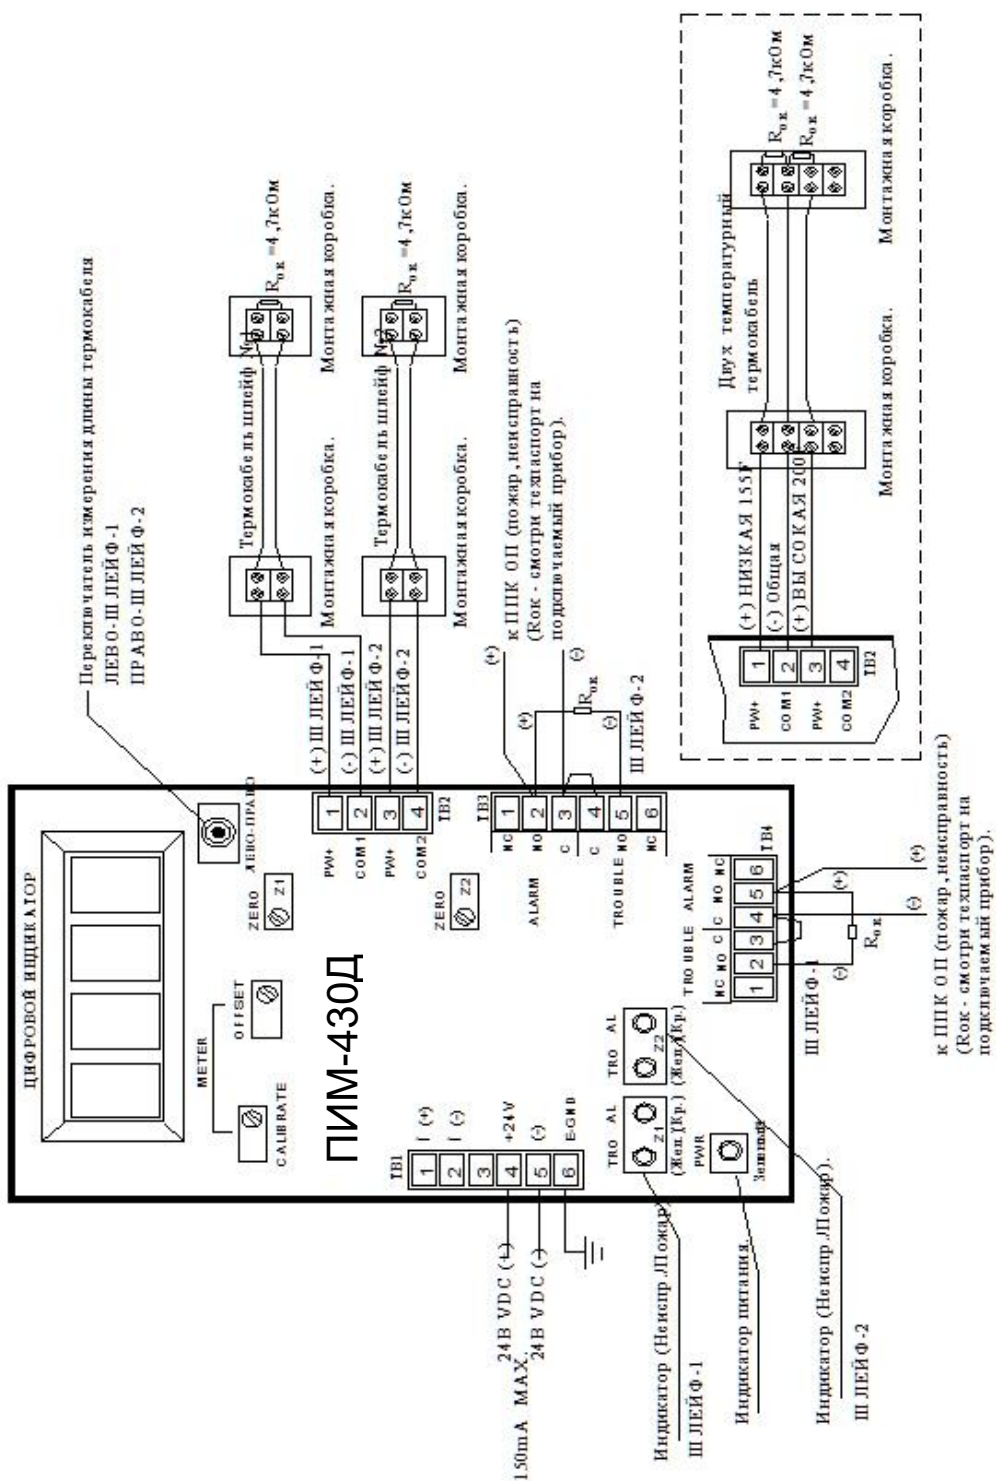
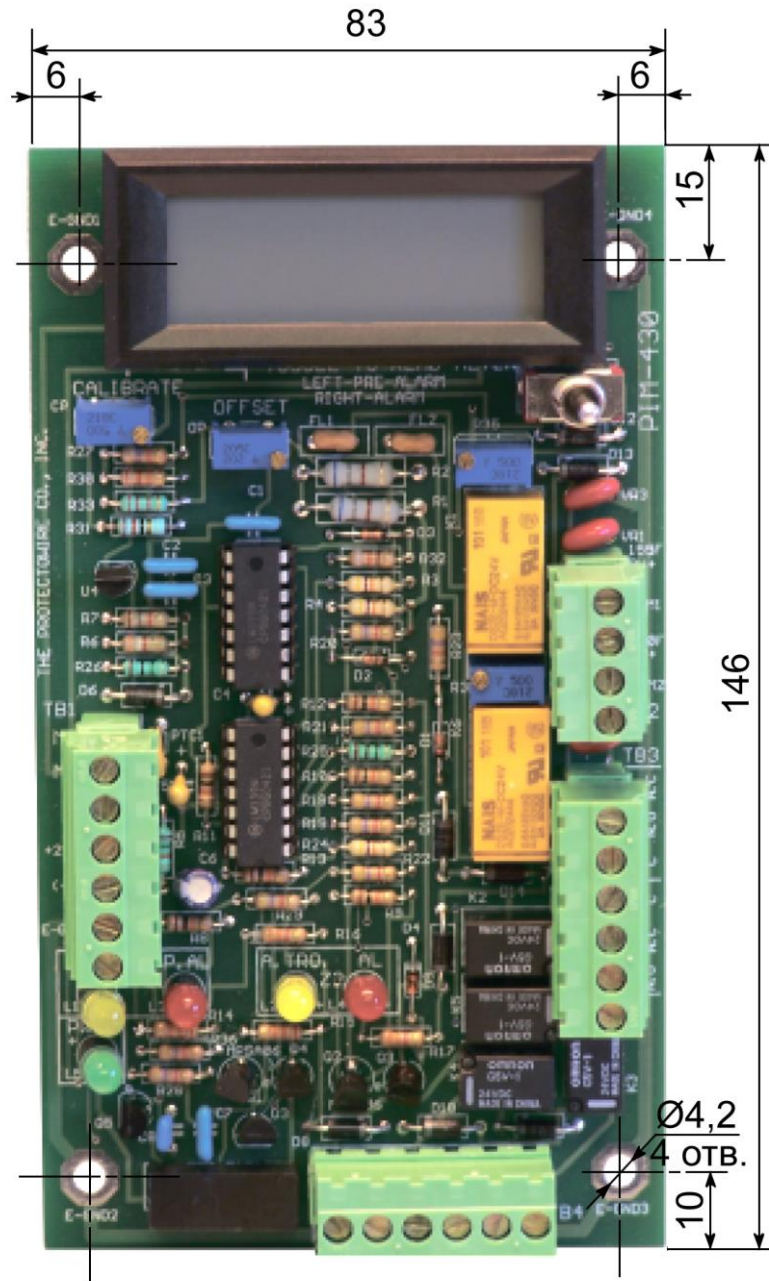
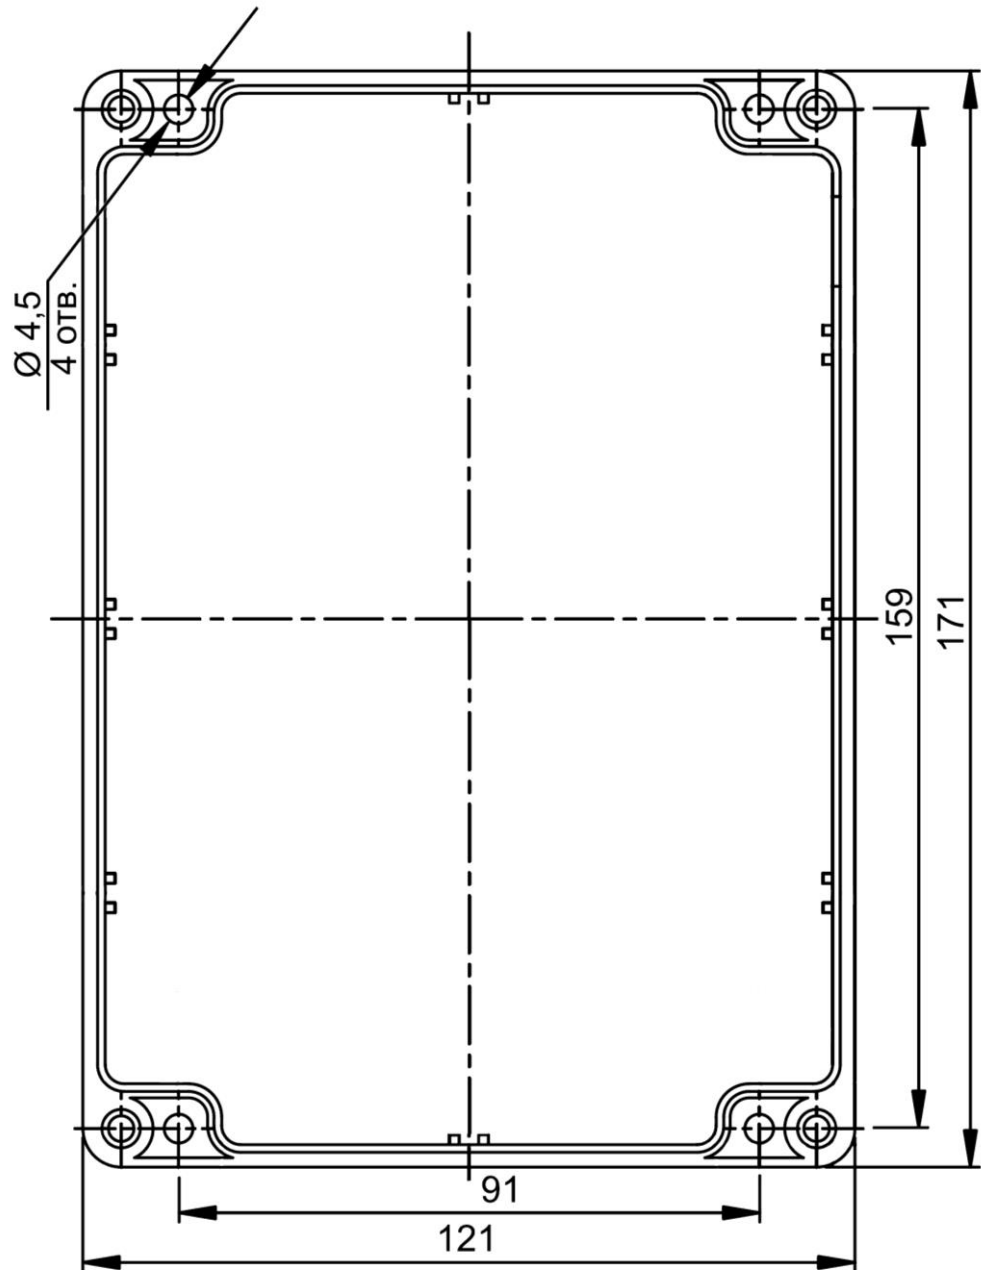

Рис. 1. Схема подключения интерфейсного модуля ПИМ-430Д
Рис. 2. Размеры печатной платы модуля ПИМ-430Д
Рис. 3. Размеры монтажного бокса и расположение крепежных отверстий
1.2 Подключение модуля следует производить согласно рекомендаций, определенных в документации на прибор для извещателей с релейными выходами типа «сухой контакт». Пример подключения модуля приведен на рис. 1.
4.1 Модуль контролирует состояние двух однотемпературных термокабелей или одного двухтемпературного термокабеля. Индикация длины по каждому термокабелю до очага осуществляется в ручном режиме с помощью трехпозиционного переключателя (рис. 1). На плате модуля имеются группы светодиодов отдельно для первого термокабеля и второго термокабеля. Красные светодиоды индицируют режим "ПОЖАР", желтые светодиоды - режим «НЕИСПРАВНОСТЬ», зеленый светодиод – наличие напряжения питания. Модуль транслирует состояние каждого термокабеля через соответствующие релейные выходы «ПОЖАР» и «НЕИСПРАВНОСТЬ» отдельно для каждого термокабеля. Переход модуля в режим «ПОЖАР» происходит при замыкании проводников термокабеля. Возврат модуля в дежурный режим происходит автоматически после устранения причины, вызвавшей переход в режим «ПОЖАР». Сигнал «НЕИСПРАВНОСТЬ» формируется при обрыве термокабеля и при отключении напряжения питания, т.е. в дежурном режиме реле «Неисправность» находится под током. Размеры печатной платы и расположение крепежных отверстий модуля ПИМ-430Д показаны на рис. 2. Интерфейсный модуль размещается в монтажном боксе из поликарбоната с прозрачной крышкой и герметизирующей прокладкой (рис. 3).